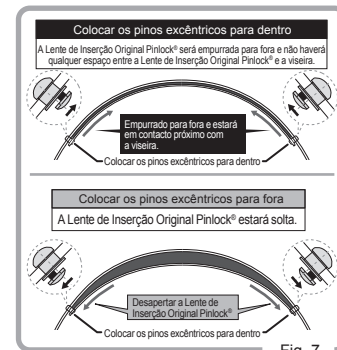

Fig. 7
2. Ajustar os pinos excêntricos usando uma ferramenta adequada. (Fig. 7)